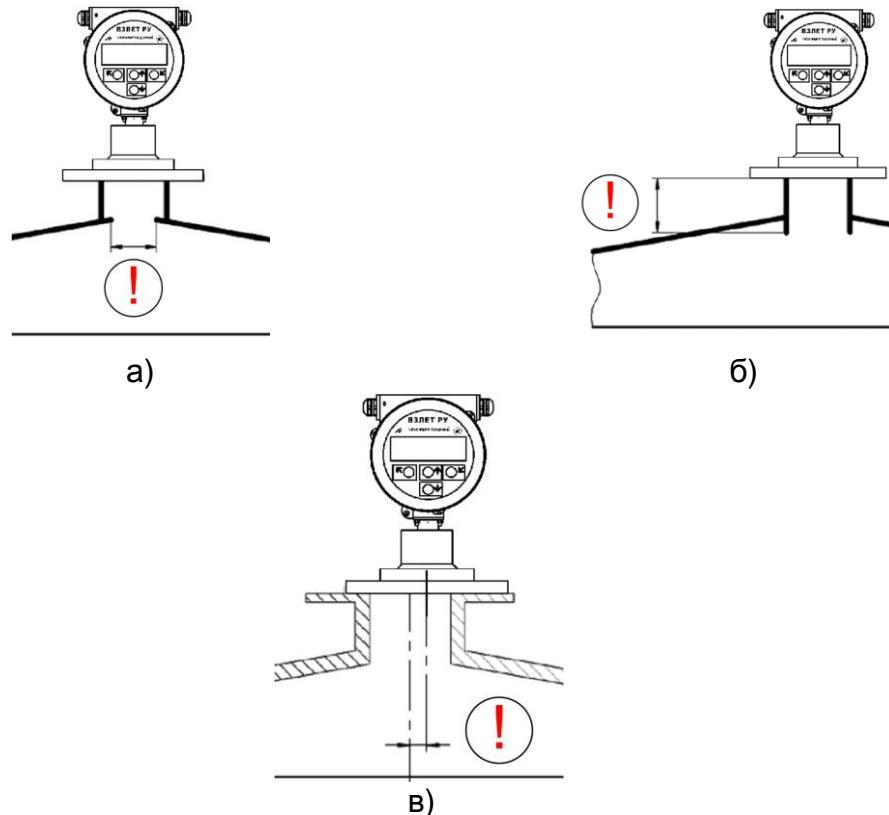

Рис.11. Типичные ошибки при монтаже уровнемера.
4.1.2. На рис.11 приведены примеры неверного монтажа уровнемера.
Вариант монтажа на рис.11.а – край крышки под патрубком выступает внутрь патрубка. Кроме того, отверстие в крыше имеет диаметр меньше минимально допустимого.
Вариант монтажа на рис.11.б – нижний край патрубка заглублен относительно крышки, из-за чего длина патрубка оказывается больше допустимой.
Вариант монтажа на рис.11.в – уровень установлен с большим смещением относительно вертикальной оси патрубка. Следует устанавливать датчик по центральной оси патрубка.